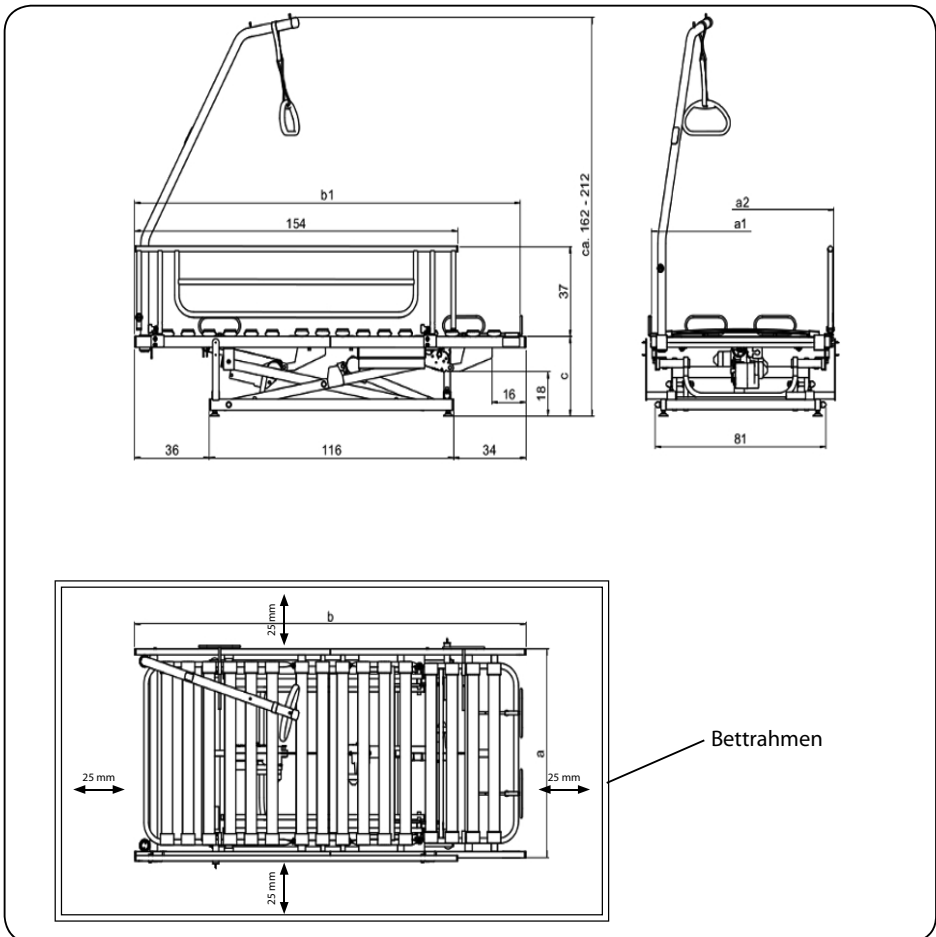

Abb. 6.1.01 - Maßskizze zur Montage in einen vorhandenen Bettkasten (in cm)
Überprüfen Sie vor der Montage anhand der Maßskizze (Abbildung 6.1.01), dass das Produkt in Ihren Bettrahmen passt. Beachten Sie den geforderten umlaufenden Sicherheitsabstand von 25 mm!
1. Prüfen Sie die richtige Position des Hebepflegerahmens im Bettrahmen anhand der Maßskizze (Abbildung 6.1.01/6.1.02).